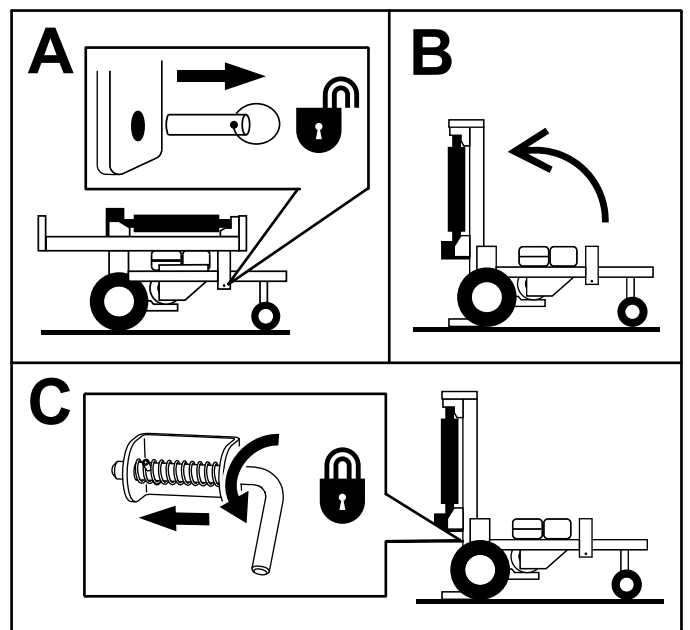

Figura 10
3. Retire el pasador de bloqueo (Figura 10).
4. Gire el riel hasta que esté vertical, contra la base de la máquina (Figura 10).
5. Gire la palanca de bloqueo vertical a la posición de Cerrado para sujetar el riel inferior en su lugar (Figura 10).